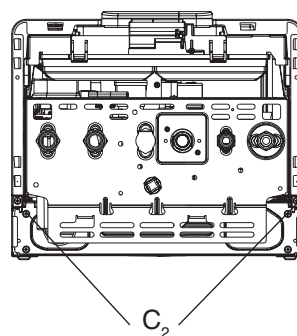

Fig. 4a
- 旋松两个固定螺丝 (C₂), 移去外壳 (Fig. 4a)